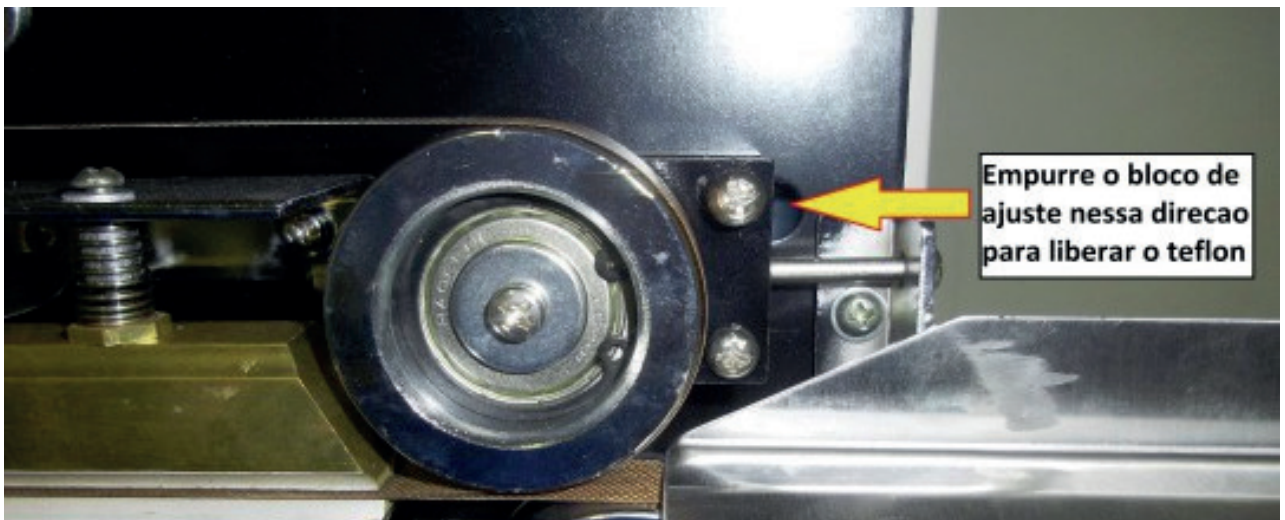

Fig.2
4. Coloque o cinto teflon novo repetindo o procedimento descrito na fig.2.